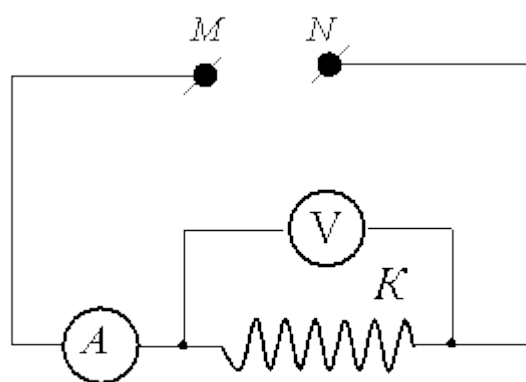
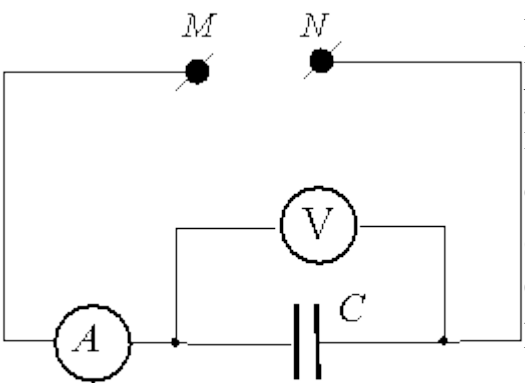

Рис. 2
Рис. 3
1. Собирают схему (рис. 2).
На схеме (рис. 2) М и N точки, к которым подключается источник постоянного тока (выпрямитель, включаемый в городскую электрическую сеть); А и V – амперметр и вольтметр постоянного тока; К – катушка. На выпрямителе имеется ручка реостата, с помощью которой можно изменять напряжение, подаваемое на точки М и N.
Провода, идущие от точек М и N схему (рис. 2), отключают от зажимов источника постоянного тока и подключают к зажимам источника переменного тока, на котором имеется ручка реостата. Ручка реостата при этом должна находиться в таком положении, когда реостат имеет максимальное сопротивление. При выполнении данного упражнения используют амперметр и вольтметр переменного тока. Замкнув цепь источника переменного тока, выполняют операции, изложенные в пунктах 5, 6, 7 и 8 первого упражнения.
Собирают схему согласно рис. 3.
На схеме рис. 3 обозначения те же, что и на схеме рис. 2, только вместо катушки К включен конденсатор С.